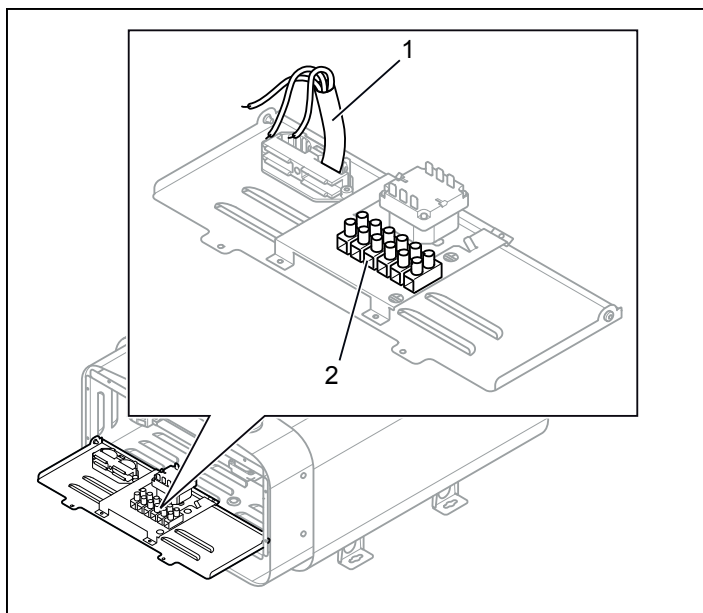
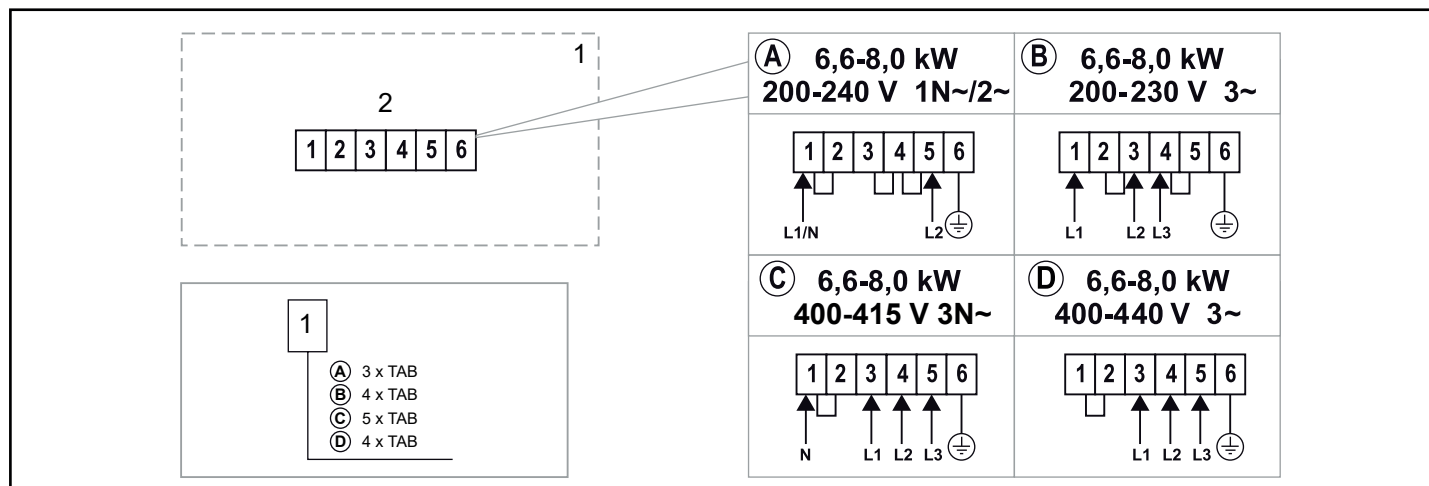

Fig 6: Carte électronique
Fig 12: Schéma de raccordement
3. Raccorder le câble électrique (cf. Fig 6) selon schéma de raccordement (cf. Fig 12).
Pour le raccordement à des tensions ou d'un nombre de phases ne figurant pas sur le schéma Fig 12, contacter le service de maintenance Tylö.